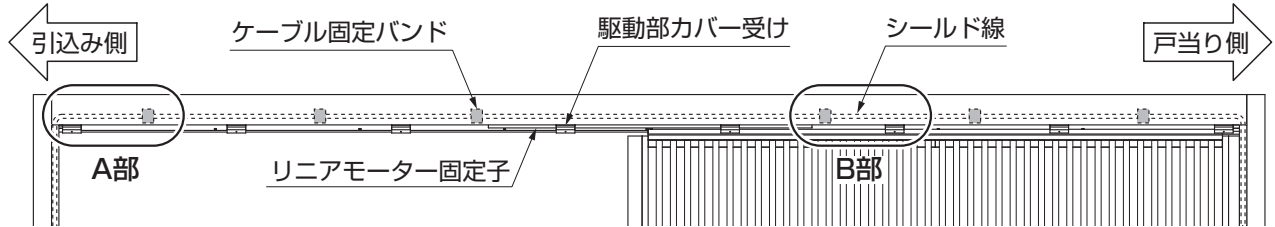
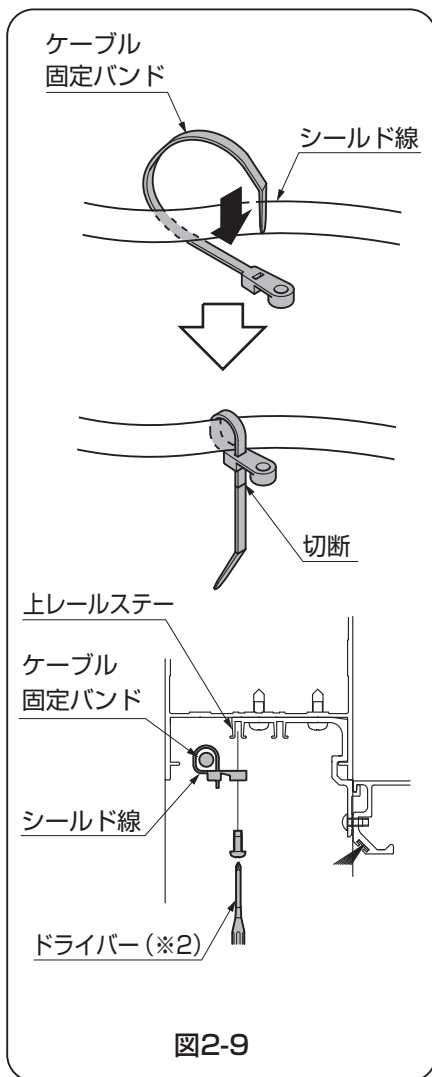

図2-6
図2-9
①引込み側シールド線をカバー受けのフック(※1)を通して戸当り側まで配線してください。(図2-6、図2-10参照)
②ケーブル固定バンドをシールド線に6箇所取付けて【1-1】で取付けてください。(図2-6、図2-9参照)